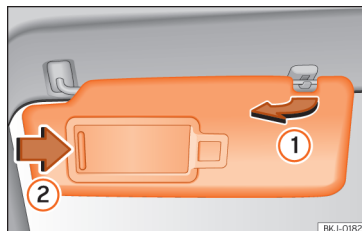

Fig.77 Pala do sol.
- A pala do sol pode ser puxada para fora da fixação e ser virada para a porta »» Fig.77 ①.